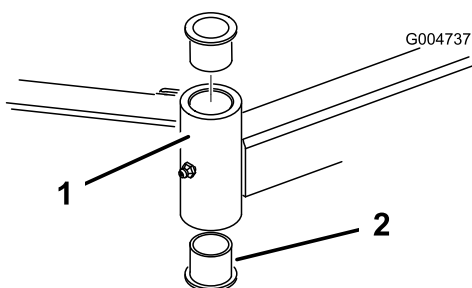

Figura 79
4. Introduza um punção para cavilhas na zona superior ou inferior do tubo de montagem e retire o casquilho para fora do tubo (Figura 79). Retire igualmente o outro casquilho do tubo. Limpe o interior dos tubos para remover a sujidade.